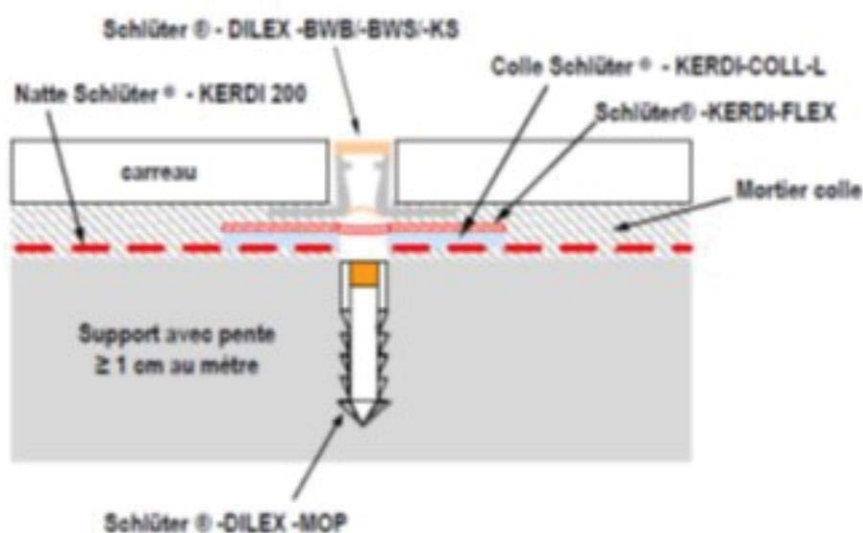

Figure 11 – Joint de fractionnement d'un carrelage collé traité avec SCHLÜTER KERDI FLEX et SCHLÜTER DILEX BWB/BWS/KS
2.4.3.4. Traitement des joints de fractionnement du support (figure 11)